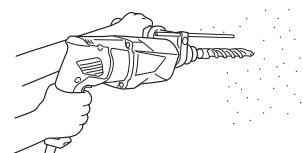

Fig. 8
(1) Monter le foret de perçage.
(2) Tirer l'interrupteur de déclenchement après avoir appliqué la pointe du foret sur la position de perçage désirée. (Fig. 8)
Quand le foret de perçage touche une poutre en fer, la mèche s'arrête immédiatement et la perceuse réagit en tournant. Par conséquent, tenir fermement la poignée principale et la poignée latérale, comme indiqué à la Fig. 8.